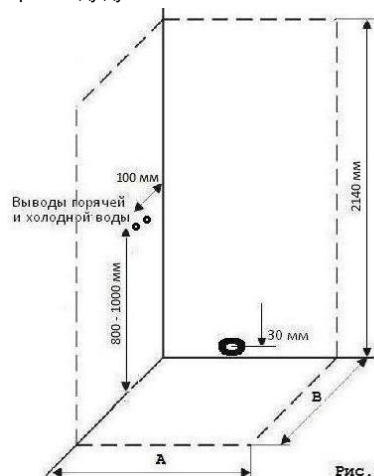

Рис. 1
ВНИМАНИЕ! Монтаж душевой кабины производится только на полностью подготовленное место (рис. 1).
7. Для обеспечения слива воды из поддона канализационная труба должна быть ниже дна поддона. Уровень канализации не должен превышать 30 мм от пола до центра канализационной трубы (рис.1).